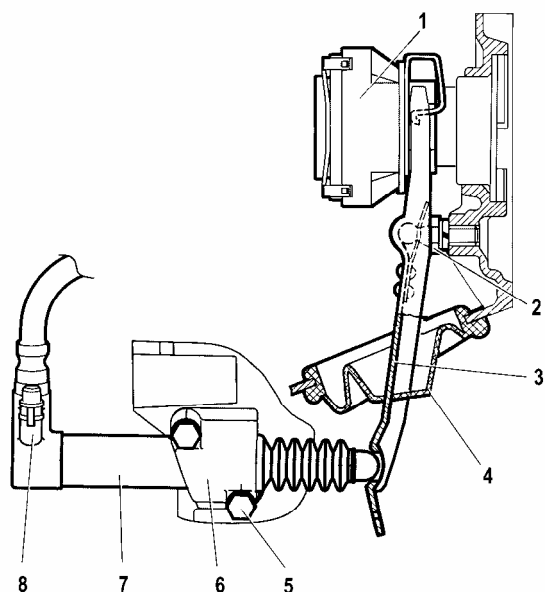

Рис. 3-3. Рабочий цилиндр и вилка выключения сцепления:
- очистите бачок гидропривода главного цилиндра 2 (рис. 3-2) и штуцер 8 (рис. 3-3) рабочего цилиндра для прокачки от пыли и грязи;
- наденьте на головку штуцера 8 (см. рис. 3-3) рабочего цилиндра шланг и погрузите его нижний конец в сосуд с жидкостью для гидропривода (30–50 г);
В первую очередь слейте рабочую жидкость. Для этого один конец шланга наденьте на штуцер выпуска воздуха 8 (см. рис. 3-3) рабочего цилиндра, а другой опустите в чистый сосуд; отверните штуцер 8 на 1/2–3/4 оборота и нажимайте на педаль до тех пор, пока жидкость не будет удалена из гидросистемы, затем отсоедините трубки 1 (см. рис. 3-2), соединяющие главный и рабочий цилиндры.
Рабочий цилиндр прикреплен при помощи кронштейна 6 (см. рис. 3-3), поэтому сначала для его снятия необходимо отвернуть два болта 5 крепления кронштейна.